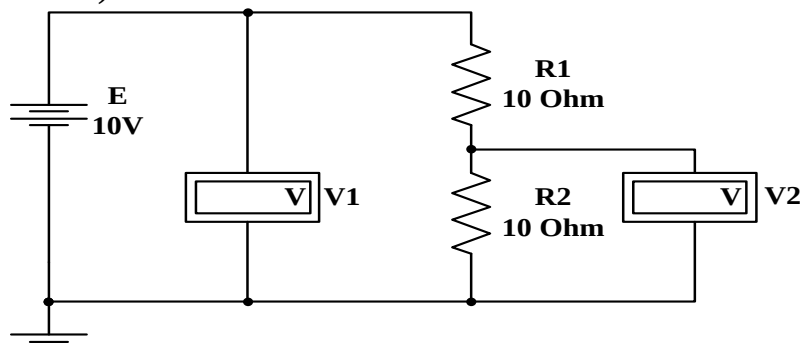

Рисунок 2.1
9.1. Смоделируйте схему последовательного соединения резисторов R1 и R2 (См. Рис. 2.1)